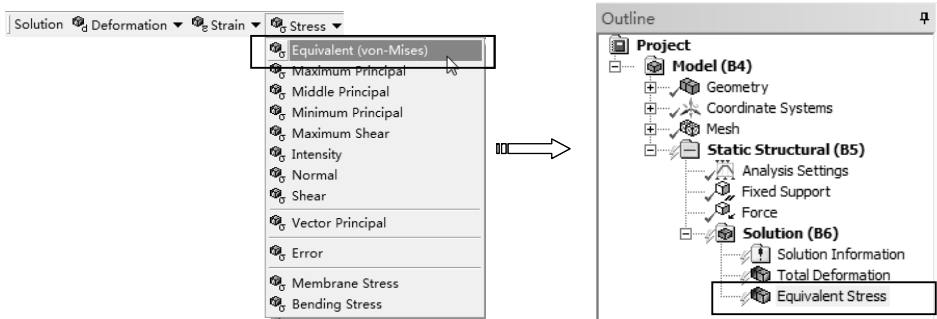

图 5-50 添加应力求解项
- 3) 求解应力。单击【Solution】工具栏上的【Stress】|【Equivalent (von-Mises)】命令，此时在分析树中插入【Equivalent Stress】项，如图 5-50 所示。